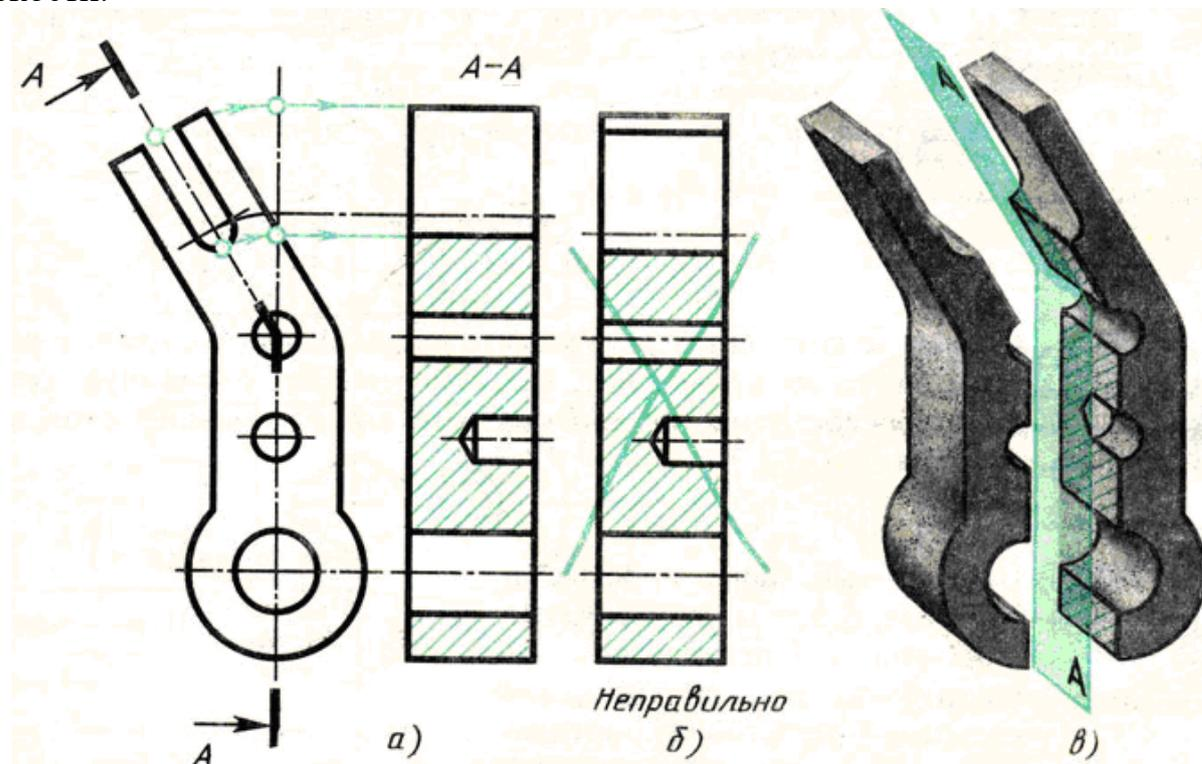

Рисунок 2
При построении ломаных разрезов наклонную секущую плоскость условно поворачивают до совмещения с другой секущей плоскостью. В данном примере наклонная плоскость совмещена с вертикальной. При повороте плоскости наклонная часть детали изобразится на разрезе без искажения, т. е. в натуральную величину рисунок 2а. Без поворота плоскости разрез проецируется, как показано на рисунке 2б и деталь представляется в искаженном виде.
*Обозначение сложных разрезов.* Положение секущих плоскостей при сложных разрезах всегда отмечают разомкнутой линией со штрихами: начальным, конечным и в местах перегибов, рисунок 2. На начальном и конечном штрихах ставят стрелки, указывающие направление взгляда, и наносят одну и ту же прописную букву русского алфавита. Над разрезом делают надпись по типу А-А. Тип линии для обозначения положения секущих плоскостей, форму стрелок и буквы выбирают так же, как и для простых разрезов и сечений. При сложных разрезах разомкнутая линия имеет перегибы.